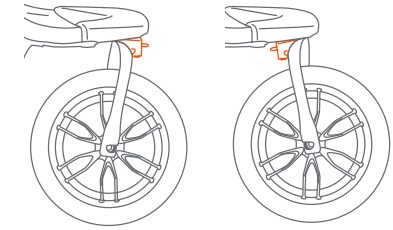

Fig. 15a
- 15) • La rueda delantera están equipadas con un mecanismo de bloqueo de giro y enganchar hacia adelante o hacia atrás (Fig. 15a).